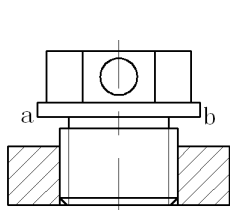

图 3-88 图案填充
⑯ 将当前图层设置为“剖面线”图层。单击“默认”选项卡“绘图”面板中的“图案填充”按钮 H ，打开“图案填充创建”选项卡，从中选择填充图案为 ANSI31。单击“拾取点”按钮 P ，比例为 0.4，再选择主视图上的相关区域，单击“关闭图案填充创建”按钮，完成剖面线的绘制，效果如图 3-88 所示。